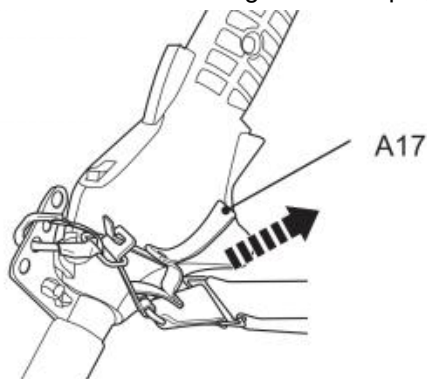

Fig. 34
5. Vid nödfall, håll i det främre handtaget (A27) med vänster hand och använd höger hand för att dra i repet (A17) (Bild 34). Metalllåsstången kommer att lossna automatiskt från säkringsklämman på grund av produktens vikt.